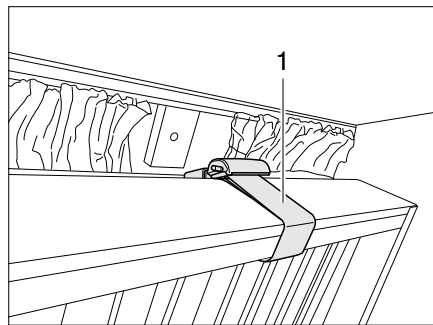

Bild 63 Etagenbett, klappbar
- ▶ Wenn das Etagenbett nach oben geklappt ist, das Etagenbett mit dem Sicherungsgurt (Bild 63,1) sichern. Verletzungsgefahr!
Die Etagenbetten können nach oben geklappt und mit dem Sicherungsgurt (Bild 63,1) gesichert werden. Der Bereich unter dem Bett ist dann als Stauraum nutzbar.